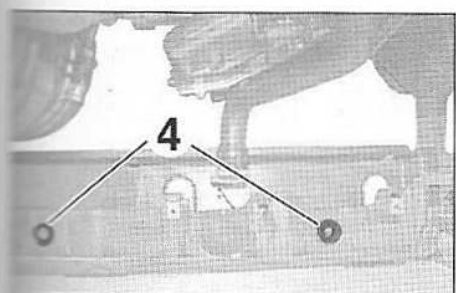

FIG.37
- Vérifier la présence des bagues caoutchouc intérieures (4) (Fig.37).